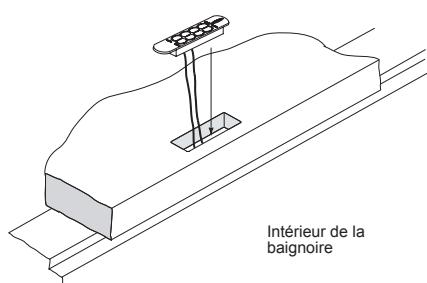

Figure 6 – panneau de commande
**5** Abaissez le panneau de commande dans la forme découpée et appuyez fermement pour incruster l'adhésif (figure 6).